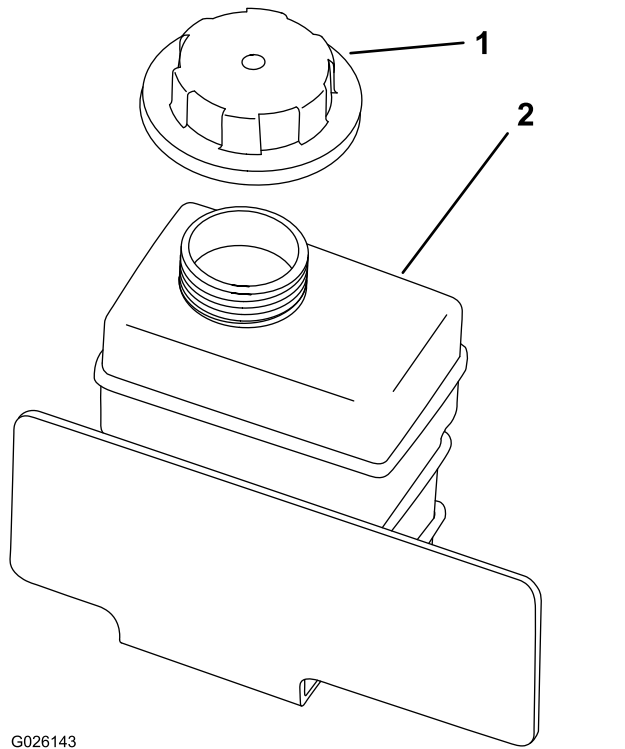

図 56
8. 補助タンクにも、補給管の根元までゆっくりと冷却液を補給する 図 56。
9. 補助タンクのキャップを取り付けて終了 図 56。